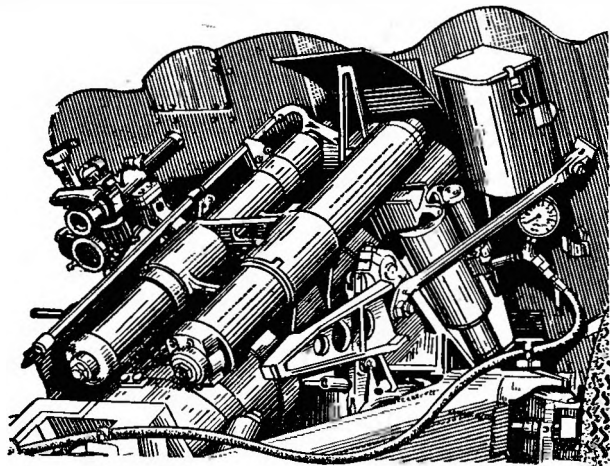

Рис. 96. Добавление воздуха в уравнивающий механизм
7. Добавление воздуха в цилиндр уравнивающего механизма и выпуск из цилиндра лишнего воздуха. Для добавления (рис. 96) воздуха в цилиндр уравнивающего механизма (после проверки в нем давления) необходимо: